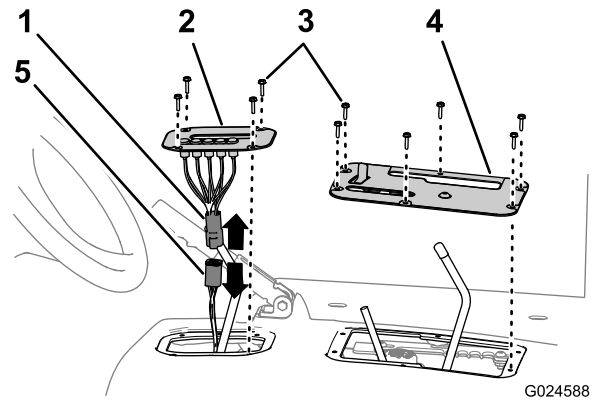

Figura 8
6. Retire los 4 tornillos de cabeza hexagonal que sujetan la tapa del indicador de cambios a la moldura del asiento (Figura 8).
7. Levante el indicador de cambios, desconecte los conectores eléctricos del arnés de la máquina y del indicador, y retire el indicador de la máquina (Figura 8).
8. Retire los 6 tornillos de cabeza hexagonal que sujetan la tapa de los controles a la moldura del asiento, y retire la tapa de los controles (Figura 8).